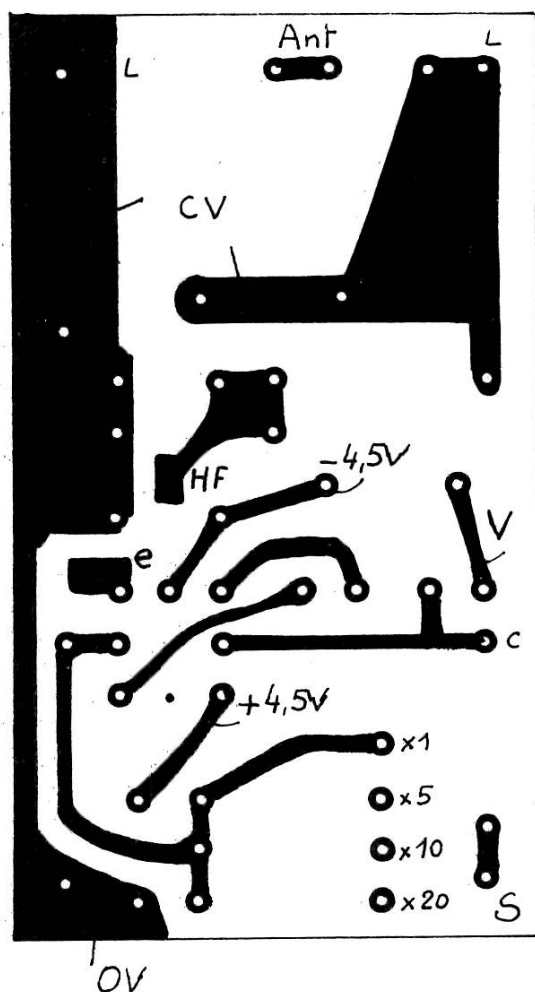

Fig. III-3. — Ci mesureur.
b) *Le circuit imprimé.* — La figure III-3 en donne les dimensions et le tracé.